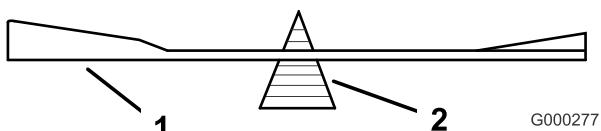
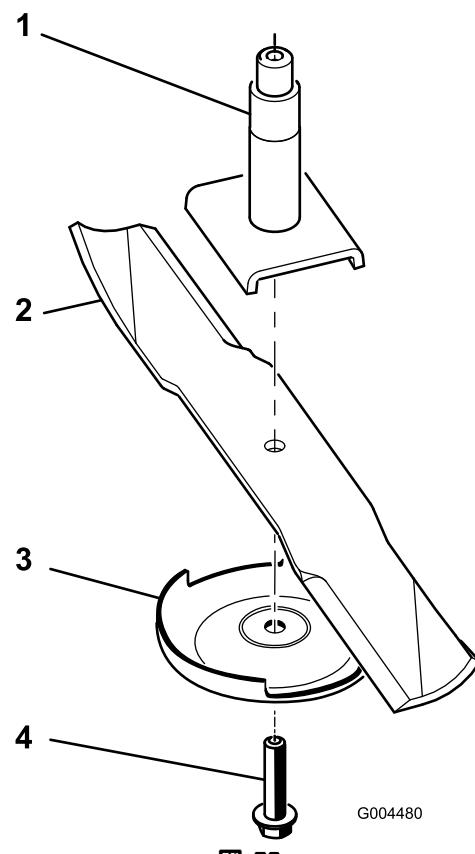

図 74
図 75
2. スピンドルのシャフトからブレード・ボルト、芝削り防止プレート、ブレードを取り外す(図 75)。
2. ブレード・バランサー（図 74）を使ってバランスを調べる。ブレードが水平に停止すればバランスがとれているからそのまま使用してよい。もし傾くようなら、重い方の裏面を少し削って調整する（図 75）。バランスがとれるまで調整する。